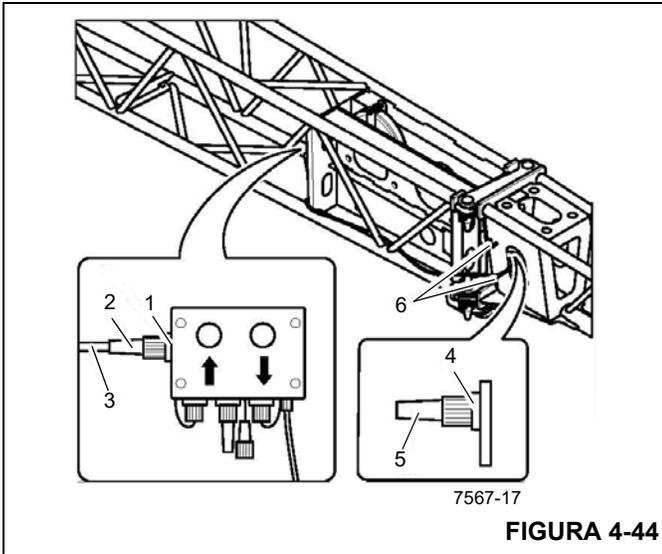

FIGURA 4-44
1. Retire el enchufe de puente (5) (Figura 4-44) del receptor (1).
2. Desenrolle el cable (3) de la posición de almacenamiento (6).
3. Retire el enchufe (2) del receptor de almacenamiento (4) y desenrolle el cable (3) de la posición de almacenamiento (6). Conecte el enchufe (2) en el receptor (1).